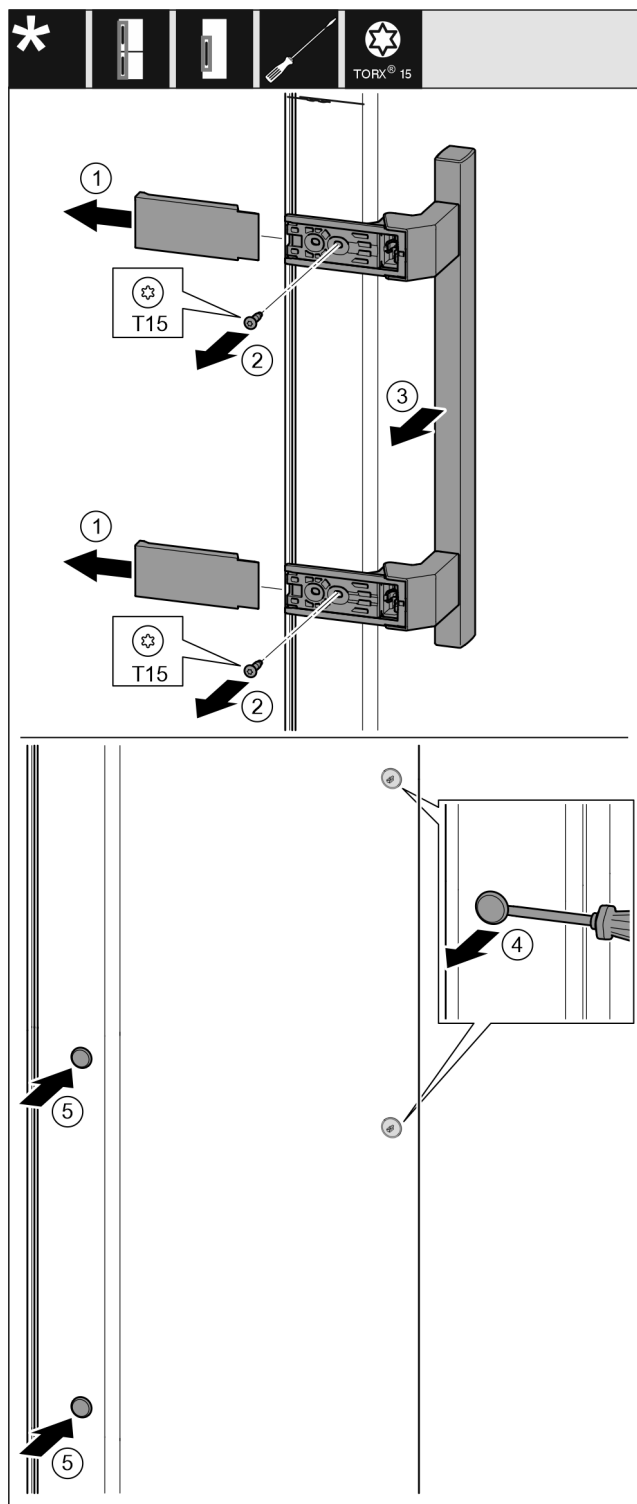

Fig. 39
- ▶ Retirar la cubierta. Fig. 39 (1)
- ▶ Desenroscar los tornillos con el destornillador T15. Fig. 39 (2)
- ▶ Quitar el tirador. Fig. 39 (3)
- ▶ Levantar cuidadosamente los tapones laterales con un destornillador para tornillos de cabeza ranurada y extraerlos. Fig. 39 (4)
- ▶ Volver a colocar los tapones en el otro lado. Fig. 39 (5)